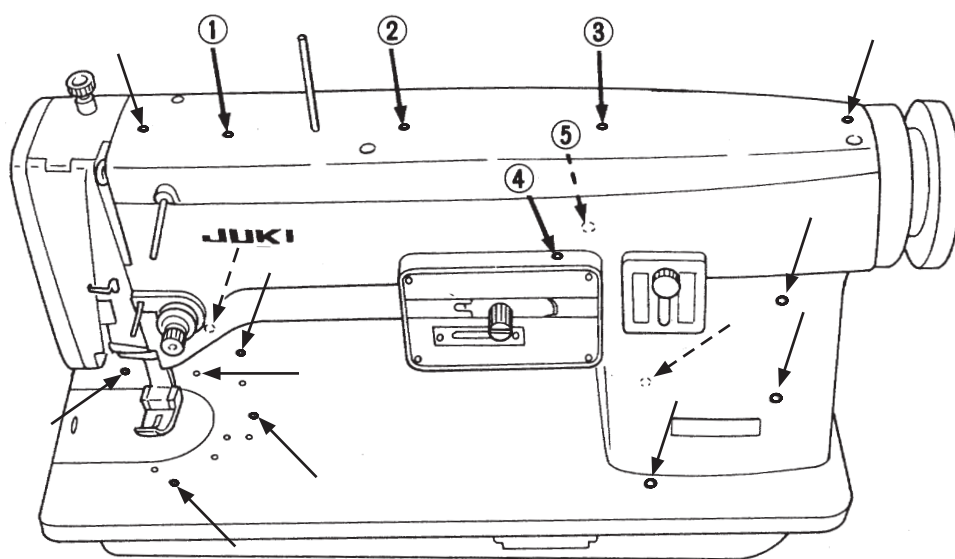

図9 給油個所
ミシンの取扱いの上で給油は大切なことです。毎日お使いになるとき、つぎの通り給油して下さい。まず、給油個所は赤印がつけられている油穴に毎日1～2滴注油して下さい。（図9で矢印で示された個所）特に、太い矢印で示されている①②③④⑤へは、毎日御使用前に5～6滴さして下さい。ここには油タンクがあって、ここから重要な個所へ給油されるように設計されています。（図9の破線の矢印は向側のベット上の油穴で図ではみえない）